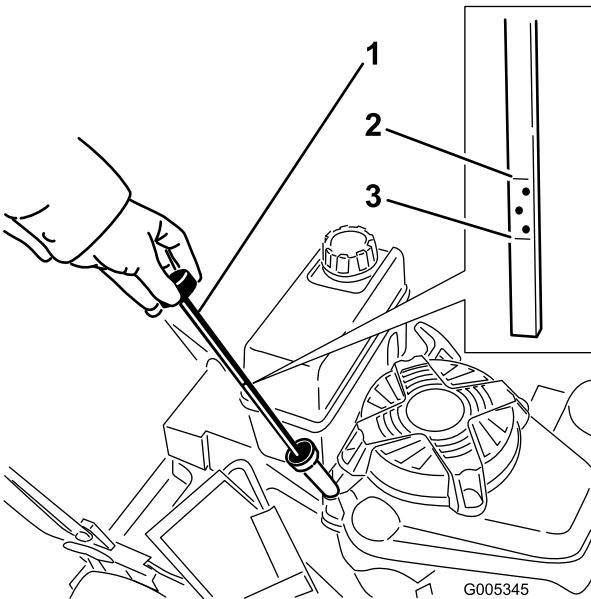

Bild 10
2. Reinigen Sie den Bereich um den Peilstab (Bild 10).
6. Nehmen Sie den Peilstab heraus und lesen Sie den Ölstand ab (Bild 10).